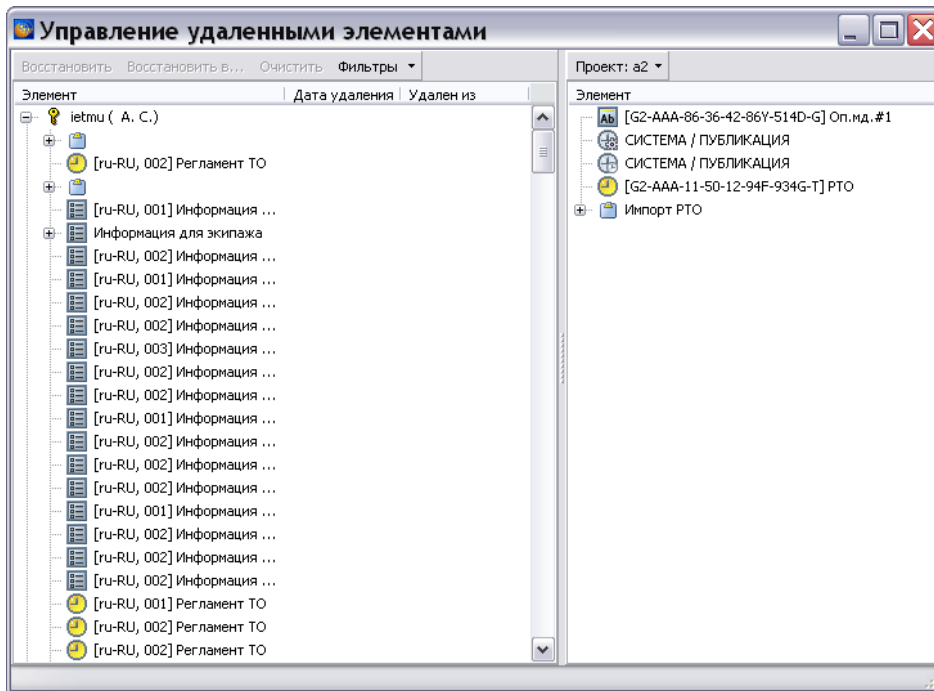

Рисунок 96
- 1) Раскройте дерево объектов, удаленных конкретным пользователем, нажав на крестик слева от имени пользователя (рисунок 96).